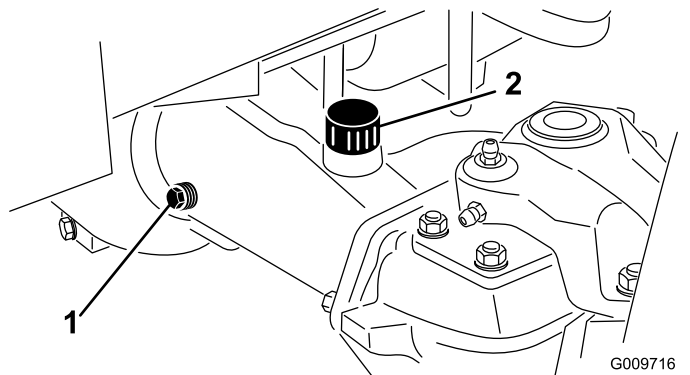

Figura 84
2. Retire un tapón de verificación de un extremo del eje y asegúrese de que el lubricante llega al borde inferior del orificio (Figura 84).